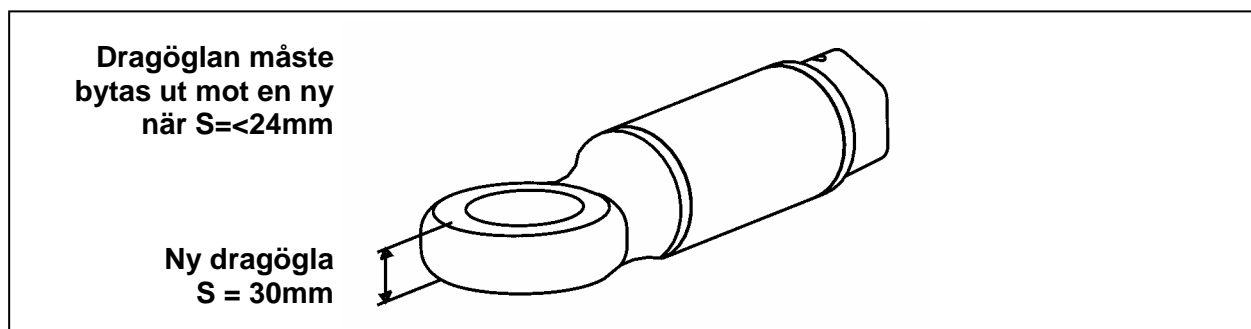

Fig. 1 - Slitage gräns för Dragögla
- Kontrollera förankringen till traktor och dragöglans slitage (se fig. 1 nedan).